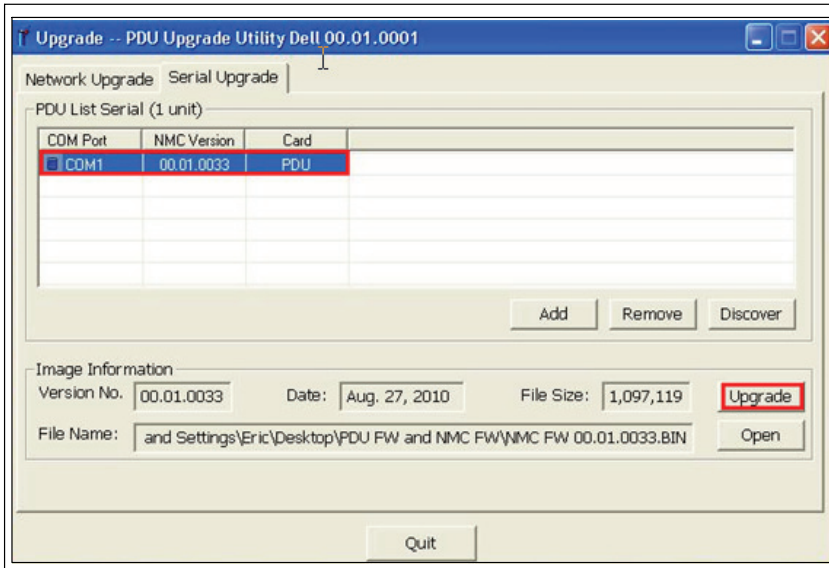

図22. アップグレードするNMCの識別
- アップグレードするNMCの行を選択し、Upgradeをクリックします(図22参照)。